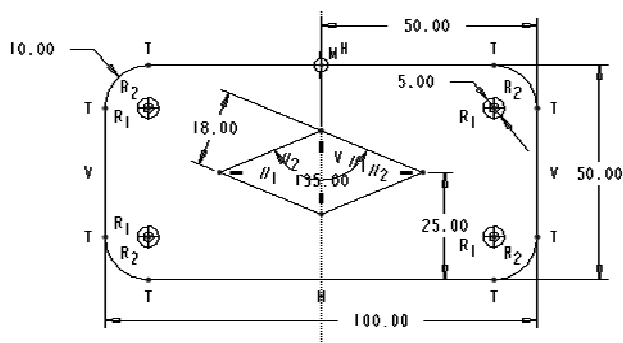

图 2-101 上机练习 1
- (1) 草绘器工作界面主要由哪些要素组成？
- (2) 如何设置草图环境？
- (3) 如何理解强尺寸和弱尺寸、强约束和弱约束的概念？
- (4) 什么是构造线？如何将实线转换为构造线？什么是构造模式？
- (5) 构造点和几何点的区别在哪里？
- (6) 请简述“删除段”、“拐角”和“分割”这 3 个修剪工具命令的用途。
- (7) 如何创建纵坐标尺寸？
- (8) 如何标注圆或圆弧的直径/半径尺寸？
- (9) 绘制如图 2-101 所示的二维图形，并标注和修改其尺寸。